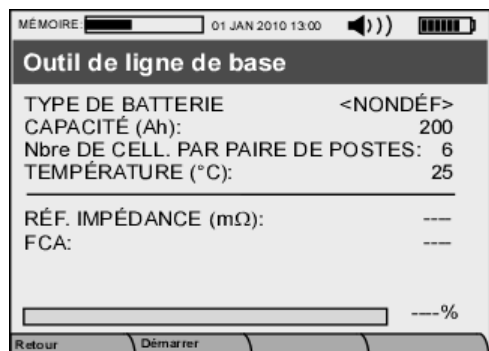

Figure 5.1b. Écran d'Outil de Ligne de Base.
- (3) RÉF AUTO-CALCUL POUR CONNECTEURS** – L'intégrité des Interconnecteurs qui connectent les batteries ensemble est critique pour la bonne opération et le maintien en bonne santé de vos chaînes de batteries. Similaire à la fonction **Ligne de Base Automatique**, l'Analyseur peut déterminer automatiquement la valeur de référence pour les interconnecteurs quand la fonction **RÉF AUTO-CALCUL POUR CONNECTEURS** est activée (Sélectionnez OUI lors de **Configuration de la Chaîne** pour le champ **RÉF AUTO-CALCUL POUR CONNECTEURS**).
- (4) OUTIL DE LIGNE DE BASE** – L'**OUTIL DE LIGNE DE BASE** vous permet de déterminer les valeurs de référence et de FCA (**Figure 5.1b**). La fonction principal de cet outil est de permettre à l'utilisateur de déterminer la valeur de référence d'Impédance (RÉF. IMPÉDANCE (mΩ)) et le FCA dans les situations où la fonction de **Lignes de Base Automatique** n'arrive pas à déterminer une valeur fiable ou dans une situation où les tests sont faits sur différents sites avec des batteries ayant différents niveaux de dégradation (Par exemple, pour acquérir les valeurs de lignes